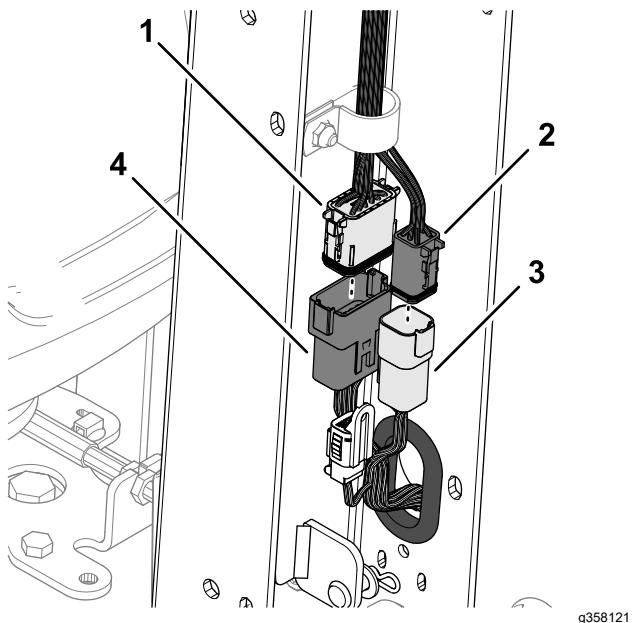

Figure 9
- Branchez le connecteur à 12 broches du faisceau de la machine sur le connecteur à 12 douilles du faisceau du timon (Figure 9).